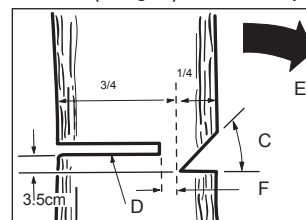

FIG. 1
Normalmente la tala consiste en dos cortes principales, la incisión (C Fig. 1) y el corte verdadero (D Fig. 1), necesario para la caída del árbol.
- Inicie con la incisión superior (C) en el lado del árbol que mira la dirección de la caída (E).
- La profundidad de la incisión (F) debe ser igual aproximadamente a $\frac{1}{4}$ del diámetro del tronco.
- Después de la incisión realice el corte verdadero (D) del otro lado del árbol 3-5 cm arriba de la altura de la incisión (Fig. 1).